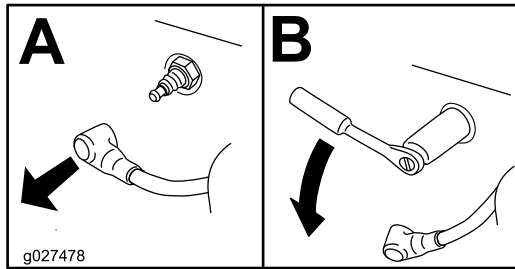

Figura 46
- Demontați bujia (Figura 46).